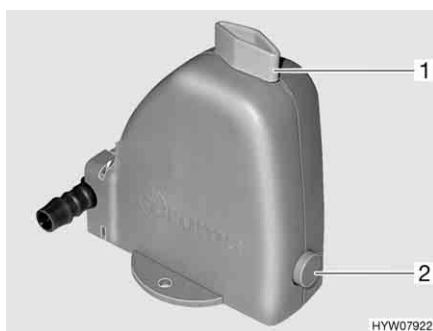

Bild 204 Varmvattenberedarens säkerhets-/avtappningsventil
Varmvattenberedaren är utrustad med en säkerhets-/avtappningsventil (Bild 204). Säkerhets-/avtappningsventilen gör så att vattnet i varmvattenberedaren inte kallnar när det är frost och värmen inte är påslagen.
- Säkerhets-/avtappningsventilen stängs. Ställ vredet (Bild 204,1) diagonalt mot säkerhets-/avtappningsventilen och tryck in tryckknappen (Bild 204,2).
- Öppna säkerhets-/avtappningsventil. Vrid då vredet (Bild 204,1) mot säkerhets-/avtappningsventilen. Tryckknappen (Bild 204,2) skjuts ut. Nu töms varmvattenberedaren via säkerhets-/avtappningsventilen utomhus.